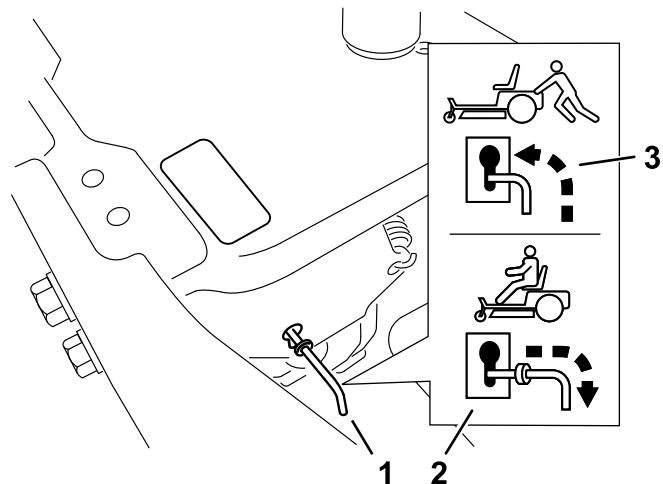

Figura 30
4. Mova as alavancas de derivação para a frente através do orifício ranhurado e para baixo para as bloquear no lugar (Figura 30).
Mova as alavancas de derivação para trás através do orifício da chave e para baixo para as bloquear no lugar, como se mostra na Figura 30.